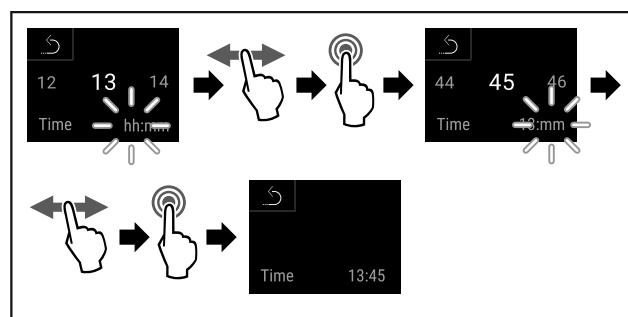

Fig. 107
- Seguir los pasos de procedimiento (consulte Fig. 107).